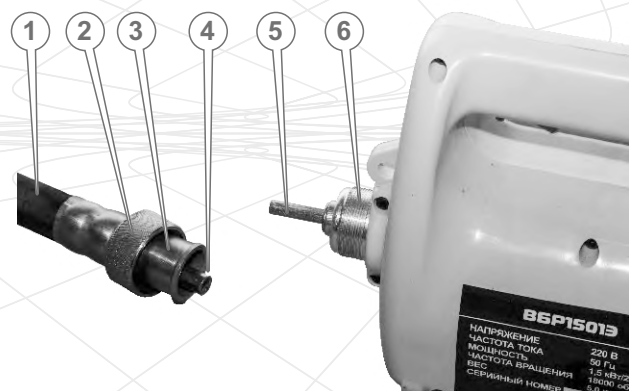

Рисунок 7
2. Установить переходник вала привода (5) (см. рис. 7), накрутив его на вал по резьбе.
3. Приставить соединительный элемент гибкого вала (3) к муфте электропривода (6), при этом добиваясь совпадения переходника вала привода (5) и сердечника гибкого вала (4).
4. Закрутить и надежно затянуть накидную гайку (2) гибкого вала на муфту электропривода (6).